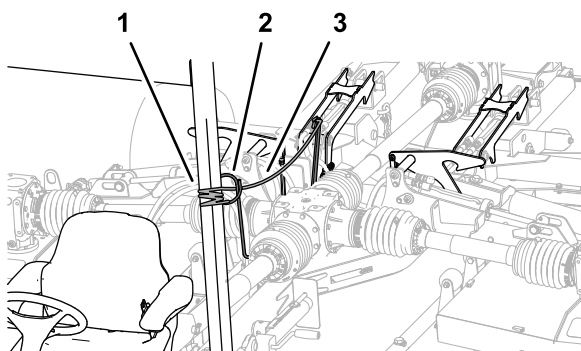

Figure 38
3. Tirez et retenez le cordon de verrouillage des tabliers (Figure 38).